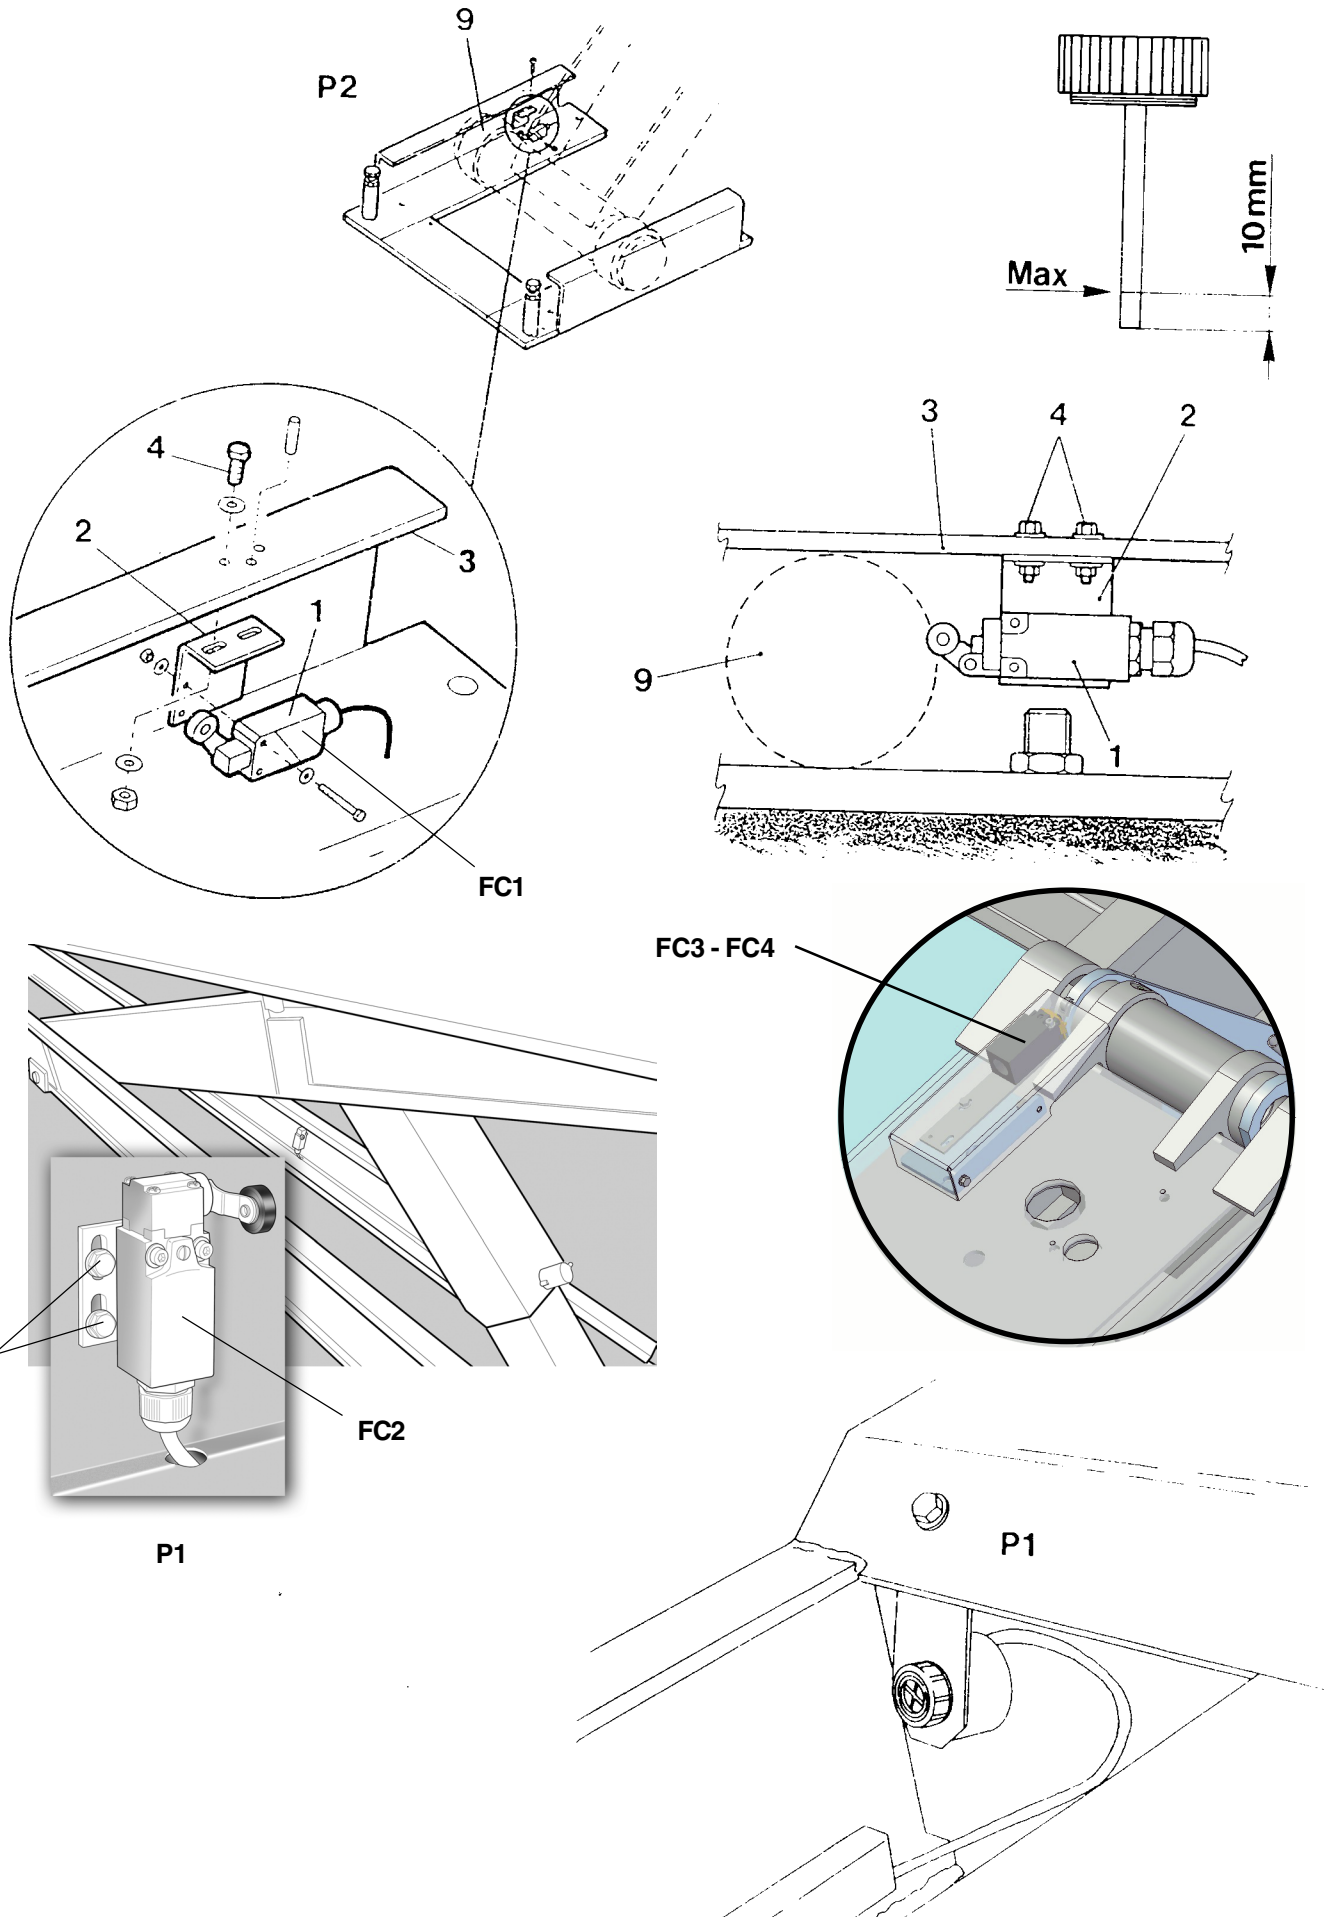

Fig.19
Rif. fig. 19
- Fissare il finecorsa (1) al relativo supporto (2), poi il tutto sulla base (3) tenendo le viti (4) di serraggio lente.
- Regolare in modo che la leva del micro sia completamente premuta contro il rullo (9) della biella esterna.
- Serrare le viti (4) e spinare usando come dima il foro sull'angolare della base (3).
- Verificare il livello dell'olio nella centralina: l'olio deve essere al massimo con le pedane a terra (vedi fig. 19).
Ref. fig. 19